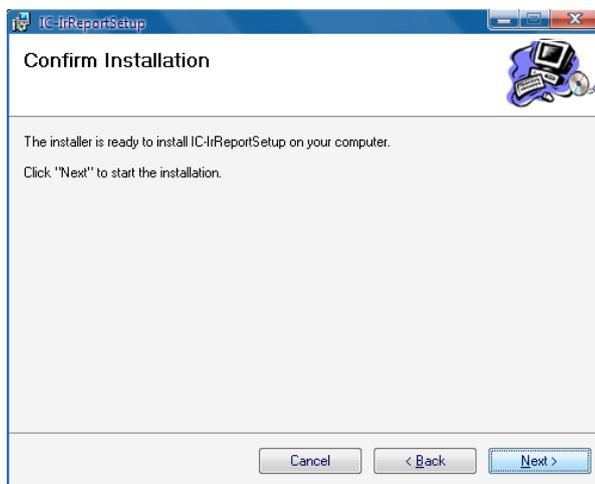

Abb. 1.2.5
- Klicken Sie auf Next, um mit der Installation fortzufahren, auf Back, um zum vorherigen Schritt zu gelangen, oder auf Cancel, um die Installation abzubrechen (siehe Abb. 1.2.5);